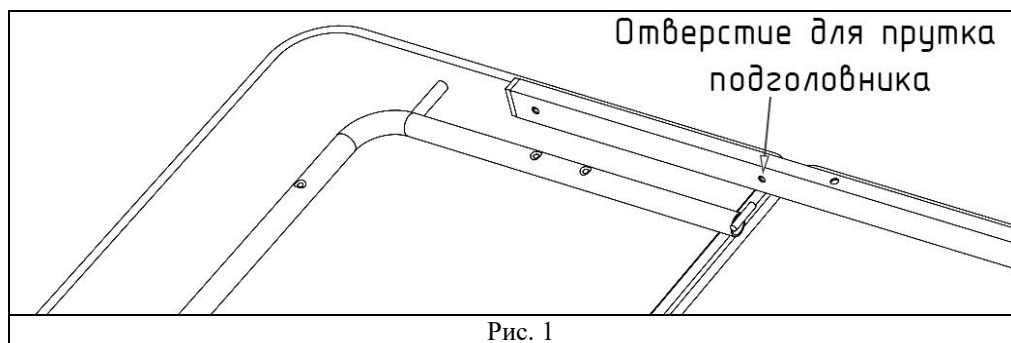

Рис. 1
2. Прикрепить одну из боковин (6) к лежаку (1). Для этого сориентировать боковину относительно лежака по схеме на рис. 1, 2. Так как боковины (6) симметричные, необходимо обратить внимание на расположение несквозного отверстия для прутка подголовника – оно должно быть обращено вовнутрь лежака.